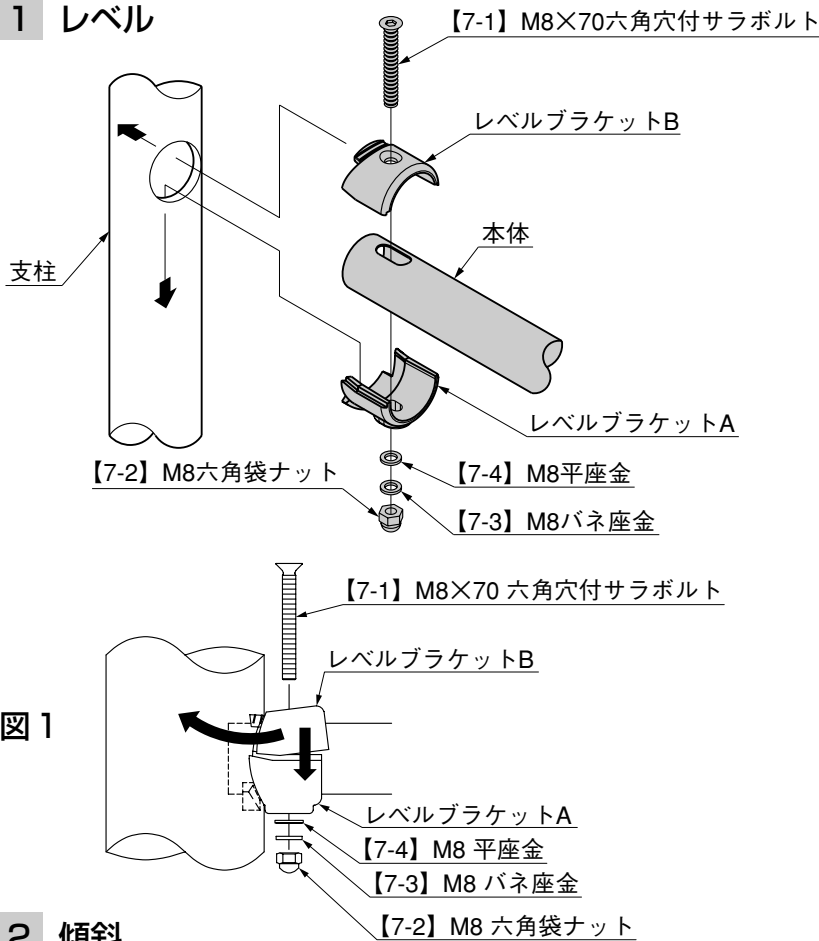

図1
- ❶ 本体取付孔が通りを向くように柱を立てて下さい。
- ❷ レベル・通りを出し、コンクリートを十分に硬化させて下さい。
- ❸ レベルブラケットAを柱の本体取付孔に引っかけて下さい。
- ❹ レベルブラケットAに本体をのせて下さい。このとき、柱の中に本体が必ずのみ込まれるようにして下さい。
- ❺ レベルブラケットBを図1のように取付け、【7-1】、【7-2】、【7-3】、【7-4】で締め付けて下さい。